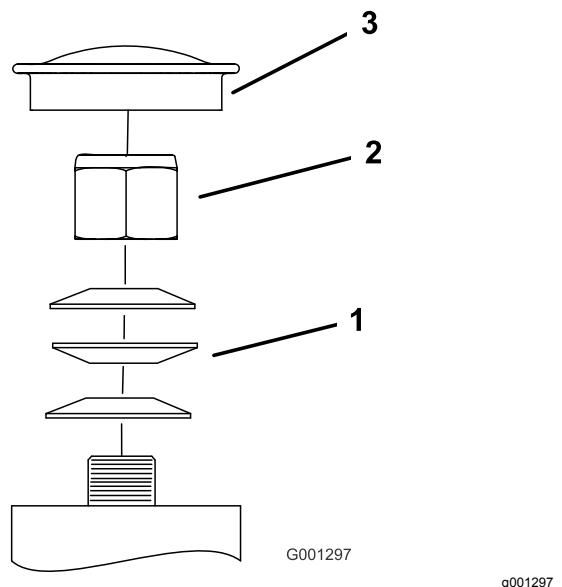

Figura 65
3. Retire el tapón guardapolvo de la rueda giratoria y apriete la contratuerca (Figura 65).
4. Apriete la contratuerca hasta que las arandelas de muelle estén planas, luego afloje la contratuerca $\frac{1}{4}$ de vuelta para establecer la pre-carga correcta de los cojinetes (Figura 65).
5. Coloque el tapón guardapolvo (Figura 65).
Importante: Asegúrese de que las arandelas de muelle están correctamente instaladas, según se muestra en la Figura 65.